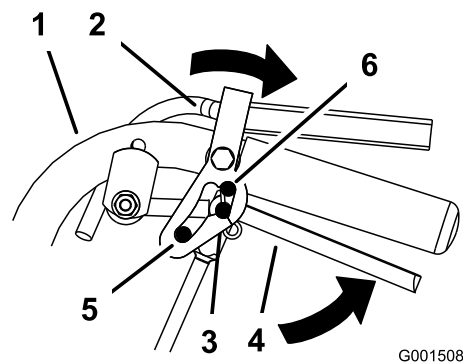

Figura 10
2. Coloque os polegares na parte superior dos bloqueios e mova-os para trás até os pinos se encontrarem na posição de PONTO MORTO (Figura 10).